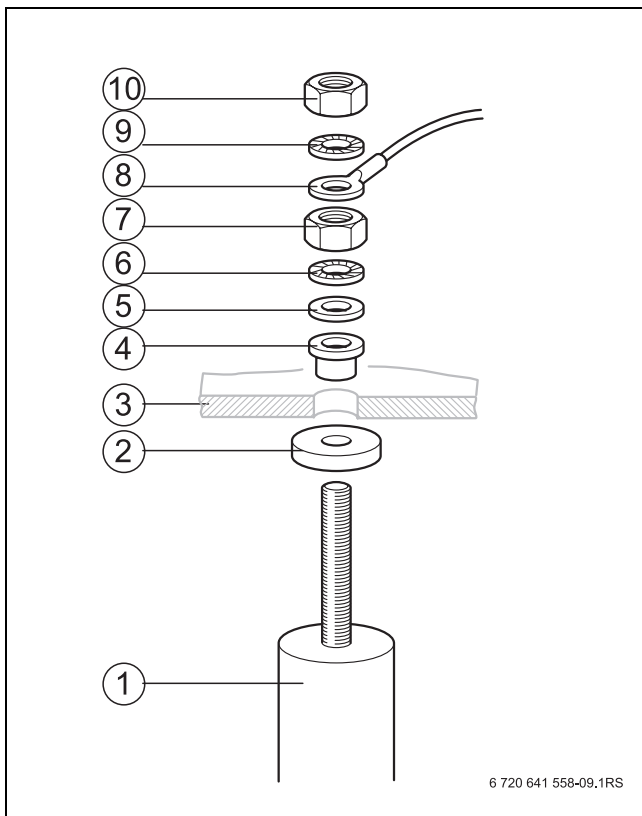

Fig. 14 Înlocuirea anodului de magneziu
- ▶ Montați veriga inelară a cablului de legare la masă (→ Fig. 14, pagina 16, [8]) cu ajutorul unui șurub hexagonal și al șabei crenelate.